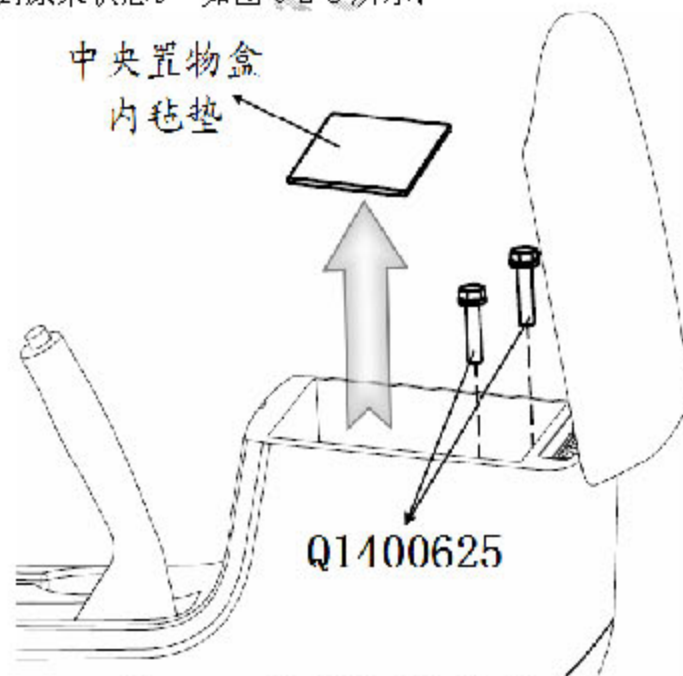

图 6-2-8 副仪表板固定螺栓的拆卸
3).从储物盒中取出中央置物盒内毡垫，用长柄 10 号六角套筒将固定副仪表板本体与地板的两个螺栓(Q1400625 六角头螺栓和平垫圈组合件)松开并取出螺栓，再将扶手放回到原来状态。如图 6-2-8 所示：